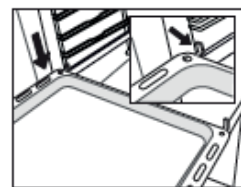

Fig. 5
5. Plasser tilbehøret på glideren (Fig. 5, 6).